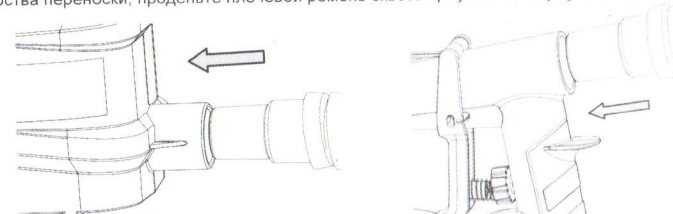

Рис. 2
- Подключите воздушный шланг одним концом к нагнетателю, другим к ручке распылителя (См. Рис. 2).